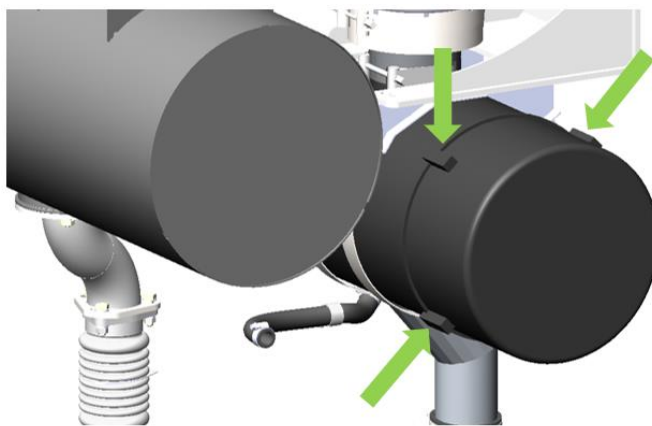

Рисунок 3.55. Корпус воздушного фильтра Тип 1
- ▶ Отщелкнуть 3 застёжки на корпусе фильтра, см. рис. 3.55.
- ▶ Установить крышку фильтра на место и защелкнуть 3 застёжки, рис. 3.55.